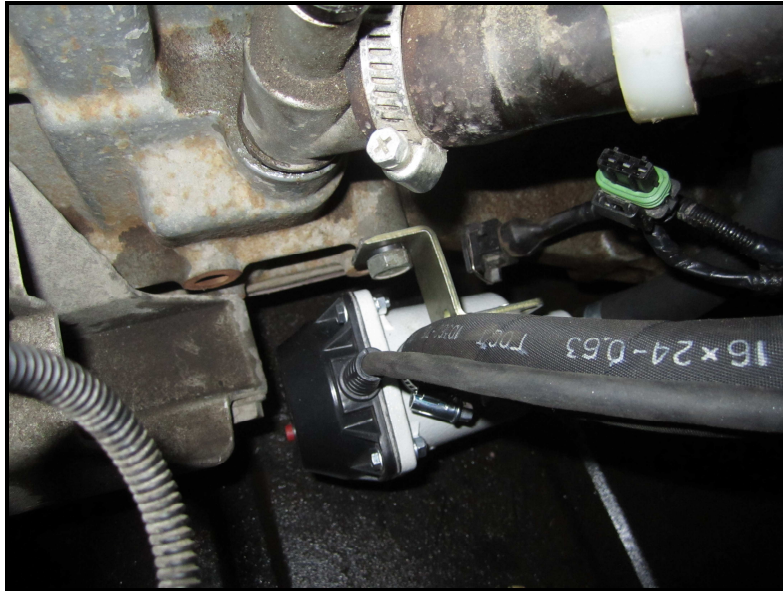

Рис. 1. Монтаж кронштейна с электроподогревателем
Электроподогреватель должен быть установлен в горизонтальное положение выходным патрубком вверх (см. рис. 1), при этом допускается незначительный (не более 15 градусов) наклон.
- 3.6. Закрепить кронштейн к электроподогревателю с помощью болтов М6x35, пружинных шайб и гаек (Рис.1).
- 3.10. Используя вывернутый болт с шайбой (см. п. 3.3.), перевернуть кронштейн с подогревателем к блоку цилиндров. Для крепления использовать правое верхнее резьбовое отверстие из 3-х свободных рядом с кронштейном правой передней опоры двигателя (рис.1)